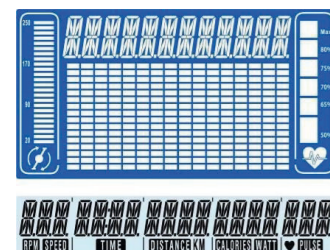

Bild 1
- Nach dem Einschalten der Konsole ertönt ein langer Signalton und das Display leuchtet für 2 Sekunden auf (Bild 1). Anschließend wird der Schwungraddurchmesser für 1 Sekunde angezeigt (Bild 2). Nun kann die Alterseinstellung vorgenommen werden. Stellen Sie mit das korrekte Alter ein (Bild 3), drücken Sie Enter um in das Menü zu gelangen.